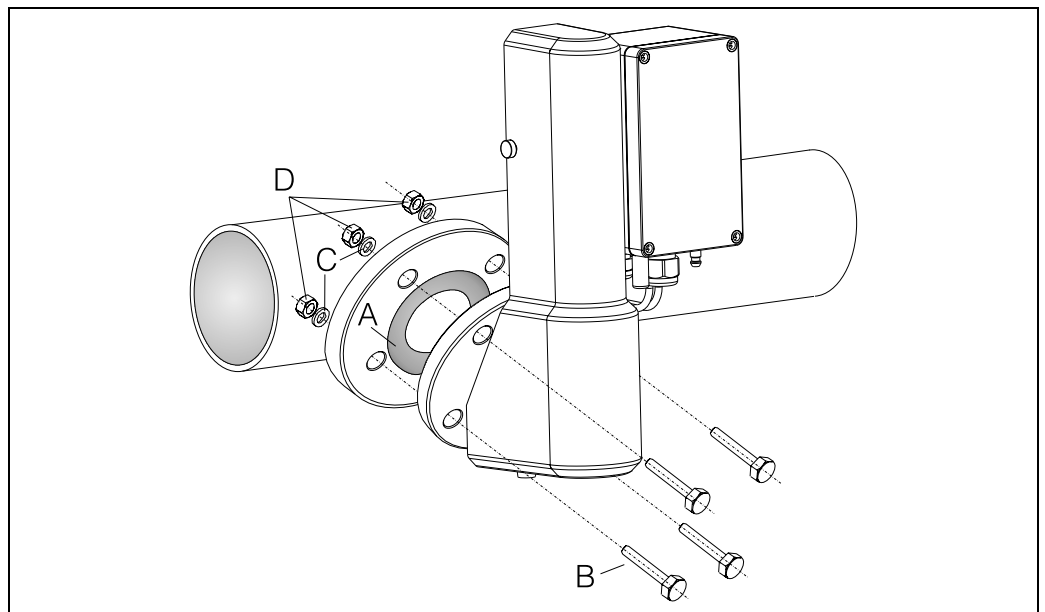

Fig. 4: Montaggio dell'armatura ASP Inline nella posizione di campionamento
1. Per prima cosa, inserire la guarnizione (Fig. 4, A) fra le due flange.
2. Quindi assemblare l'armatura avvitando le viti come mostrato in → Fig. 4.
3. Stringere le quattro viti M16 (B) con i dadi (D) e le rondelle (C), impostando la stessa coppia di serraggio.